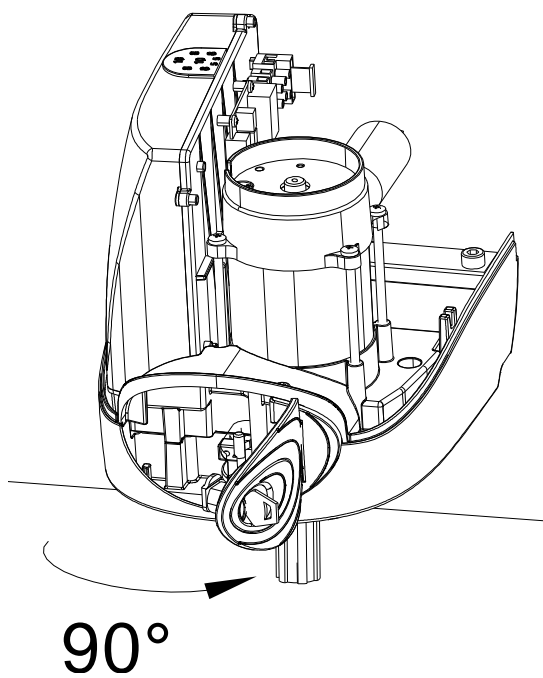

Figure 6
8. Débloquer le motoréducteur en tournant la clef dans le sens des aiguilles d'une montre, en ouvrant le portillon de 90° et tirant sur la poignée de déverrouillage, comme indiqué sur les Figures 6 et 7.